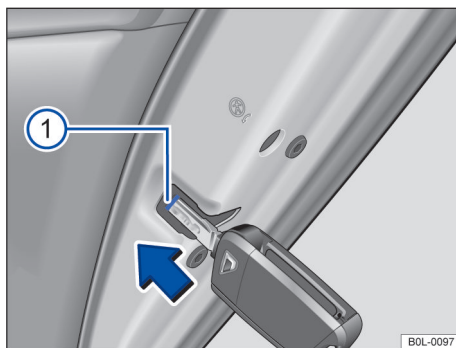

图 44 右侧车门锁止装置旁：用应急钥匙闭锁车辆
- 将钥匙头插入槽口 → 图 44 ① 内并沿箭头方向向内按压，直至槽口内的闭锁装置卡止。